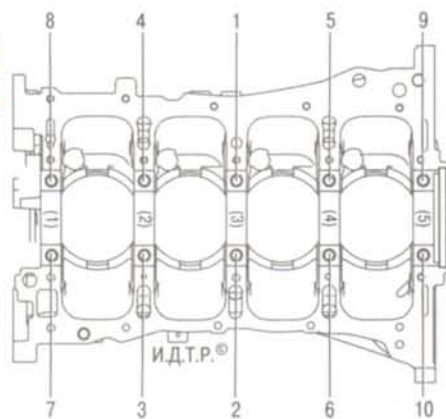

Рис. 5.34. Порядок затяжки болтов крепления крышек коренных подшипников коленчатого вала
3. Выверните болты 8 (рис. 5.33) крепления крышек коренных подшипников коленчатого вала в порядке, обратном затяжке при установке (см. рис. 5.34).
19. Установите болты крышек, затяните болты моментом $(26,5 \pm 2)$ Н·м в порядке, указанном на рис. 5.34.